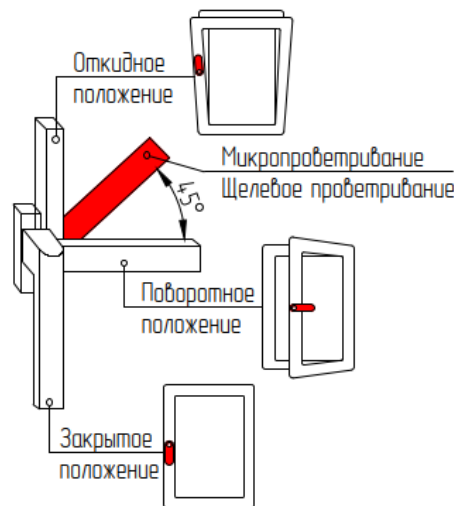

Рис. 1
1. Чтобы открыть (распахнуть) створку окна, ручку поворачивают на 90 градусов в горизонтальное положение (положение «Открыто» на Рис. 1). При повороте ручки закрытую створку слегка прижимают к раме другой рукой (чуть выше ручки). Затем, потянув за ручку, створку распахивают (**сплошной режим – поворотное открывание**).
2. Для перевода створки из закрытого положение в откидное, поворот створки относительно нижней горизонтальной оси, (положение «Откинута» на Рис.1) ручку поворачивают вертикально на 180 градусов вверх, затем, потянув за ручку, поворачивают створку относительно нижней горизонтальной оси на заданный изготовителем угол (не более 10 градусов) (**откидной режим**).
3. Для запираения створки из открытого или откидного положения ее сначала закрывают и, придерживая створку рукой, поворачивают ручку вертикально вниз (положение «Закрыто» на Рис. 1).
4. Для перевода створки в положение «Проветривание» ручку поворачивают из положения «Откинута» в положение «Проветривание» на 45 градусов (см. Рис. 1). При этом створка окна (после небольшого поворота относительно нижней горизонтальной оси) фиксируется, будучи неплотно прижатой к раме окна вверху. Зазор между рамой окна и створкой (в верхней части) в данном режиме может составлять от 5 до 10 мм. и регулируется небольшим поворотом ручки (**щелевой режим**).